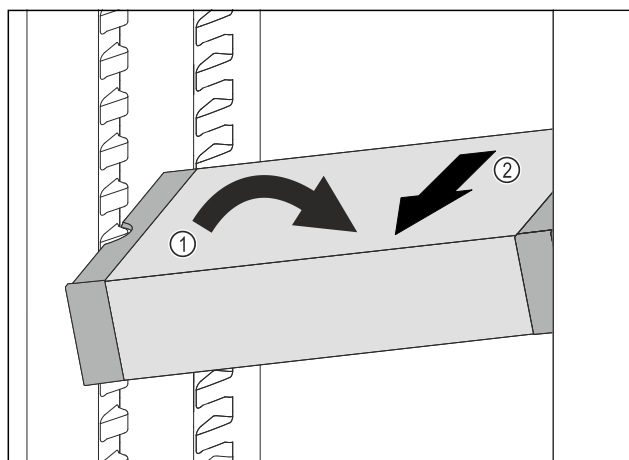

Fig. 95
- Coloque el VarioSafe en el compartimento del frigorífico en posición oblicua. *Fig. 95 (1)*
- Extraiga el VarioSafe hacia delante. *Fig. 95 (2)*